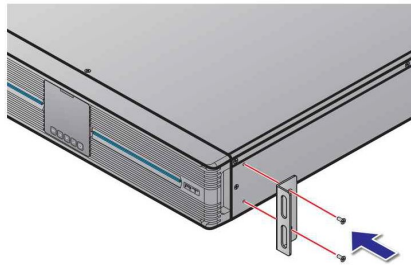

Рисунок 6-1. Крепление кронштейна к ИБП
- 1 Прикрепите входящие в комплект кронштейны к боковым монтажным отверстиям ИБП. См. **Рисунок 6-1**.